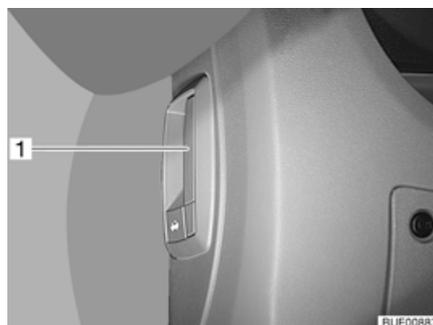

Fig. 39 Palanca de desbloqueo del capó del motor (en el vehículo)
- Tirar de la palanca (Fig. 39,1) a la izquierda o al lado del salpicadero.